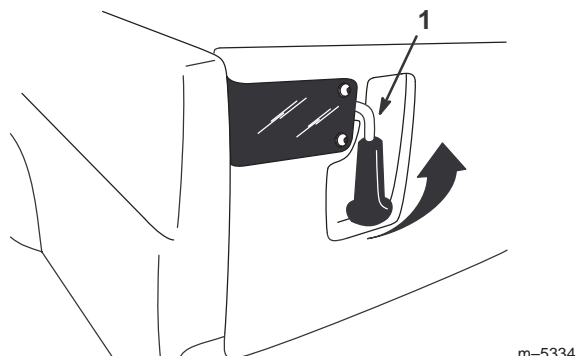

Figure 21
1. Pour déverrouiller le hayon, relevez les poignées de verrouillage (Fig. 21). Elles s'écartent alors vers le centre du hayon. Abaissez lentement le hayon.